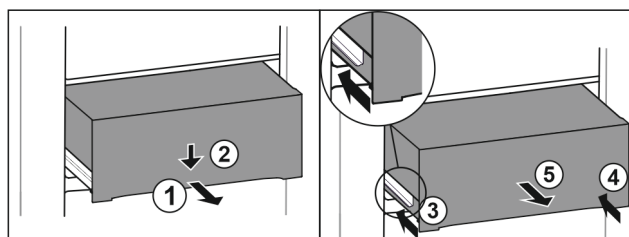

Fig. 64
- ▶ Tirer le tiroir jusqu'à mi-chemin. Fig. 64 (1)
- ▶ Appuyer sur l'avant du tiroir vers le bas. Fig. 64 (2)
- ▶ Insérer le rail gauche d'env. 2 cm. Fig. 64 (3)
- ▶ Insérer le rail droit d'env. 2 cm. Fig. 64 (4)
- ▶ Retirer le tiroir par l'avant. Fig. 64 (5)